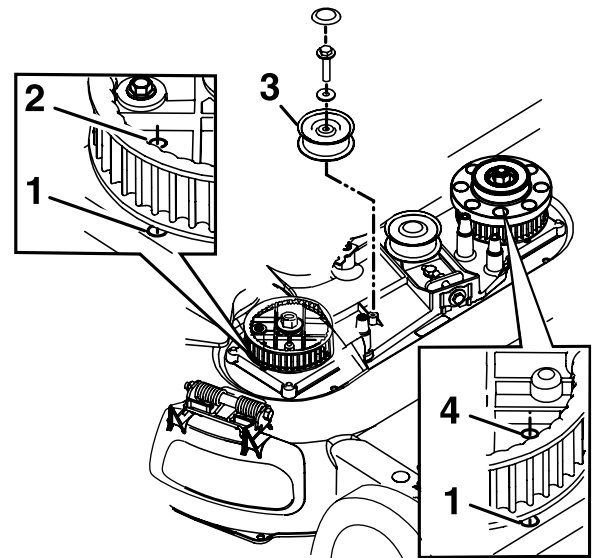

Figure 39
8. Déposez la poulie de tension fixe et les fixations (Figure 39).
10. Alignez les trous des pignons gauche et droit sur les trous du carter, comme montré à la Figure 39.